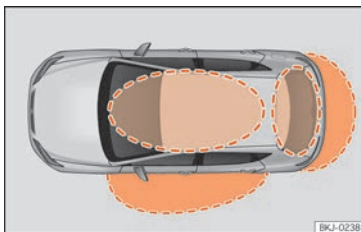
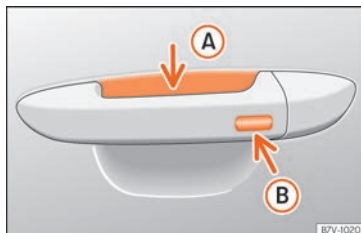

Fig. 84 Keyless Access : zones de proximité.
Fig. 85 Poignée de porte : surfaces sensibles.
» fig. 85
Keyless Access est un système de fermeture et de démarrage sans clé qui permet de déverrouiller ou de verrouiller le véhicule sans utiliser activement sa clé. Pour ce faire, il suffit d'approcher l'une des clés du véhicule d'une zone de détection correspondant à la tentative d'accès au véhicule » **fig. 84** puis de toucher l'une des surfaces sensibles des poignées de porte » **fig. 85** » **1**.
Si une clé valide se trouve dans une zone de proximité » **fig. 84**, le système de fermeture et de démarrage sans clé Keyless Access accordera à cette clé les droits d'accès dès que vous toucherez l'une des surfaces sensibles des poignées de porte avant.
- Saisissez la poignée de porte conducteur. Lorsque vous touchez la surface sensible » **fig. 85 A** (flèche) de la poignée de porte, le véhicule se déverrouille.
- Appuyez *une fois* sur la surface sensible de verrouillage » **fig. 85 B** (flèche) de la poignée de porte du conducteur. La porte correspondante devra être fermée.
- Appuyez *une fois* sur la surface sensible » **fig. 85 B** (flèche) de la poignée de la porte du conducteur. Le véhicule se verrouille
- Appuyez *deux fois* sur la surface sensible » **fig. 85 B** (flèche) de la poignée de la porte du conducteur pour verrouiller le véhicule non équipé du Système de sécurité « Safe » » **page 110**.
Lorsque le véhicule est verrouillé, le hayon arrière se déverrouille automatiquement lorsqu'il est ouvert si une clé valide du véhicule se trouve dans la zone de proximité » **fig. 84**.
- Appuyez sur le bouton de verrouillage  de la radiocommande puis, dans les 5 secondes, touchez une fois la surface sensible de verrouillage de la poignée de la portière du conducteur »» **fig. 85 B** . Ne saisissez pas la poignée de la portière sinon le véhicule ne se verrouillera pas. Il est également possible de procéder à la désactivation si le véhicule est verrouillé via la serrure de la porte du conducteur.
Pour **fermer à l'aide de la fonction confort** toutes les vitres électriques et le toit ouvrant, maintenez appuyé quelques secondes un doigt sur la surface sensible de verrouillage »» **fig. 85 B**  de la poignée de porte jusqu'à ce que les vitres et le toit se ferment.
Les surfaces sensibles des poignées de porte risquent d'être activées si elles reçoivent un jet d'eau ou de vapeur à haute pression si l'une de clés valides du véhicule se trouve dans la zone de proximité. Si au moins une glace à commande électrique est ouverte et que la surface sensible »» **fig. 85 B**  (flèche) d'une des poignées est activée de manière permanente, toutes les glaces seront fermées.